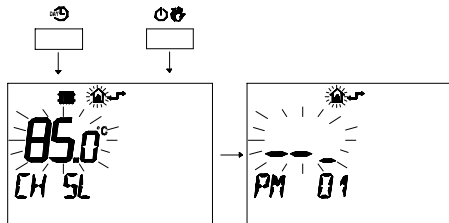

fig. 5.49
- 2 Premere contemporaneamente i pulsanti e per entrare nella programmazione trasparente (fig. 5.49)